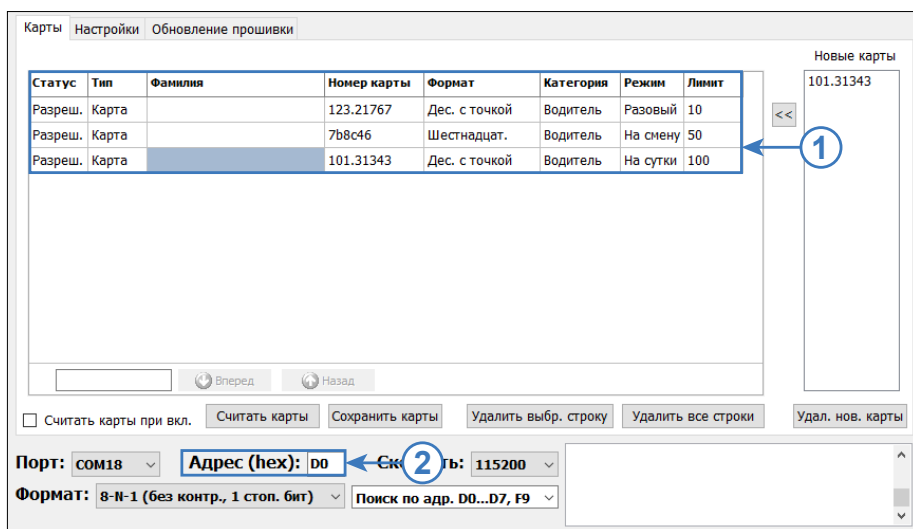

Рис.43. Формирование списка карт для передачи через сервер
- В конфигураторе сформировать нужный список карт (**Рис.43, п.1**);
- В поле «Адрес (hex)» в нижней части окна программы ввести сетевой адрес TKFC Plus, которому нужно передать файл (**Рис.43, п.2**). Стандартные адреса – D0-D7, адрес устройства, работающего в режиме устройства ПОРТ-3 – F9;